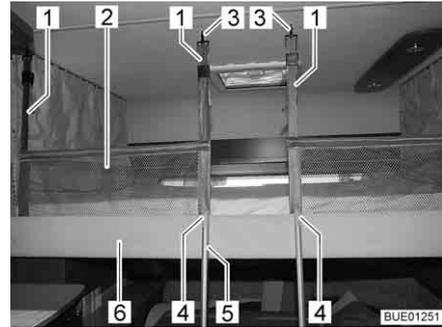
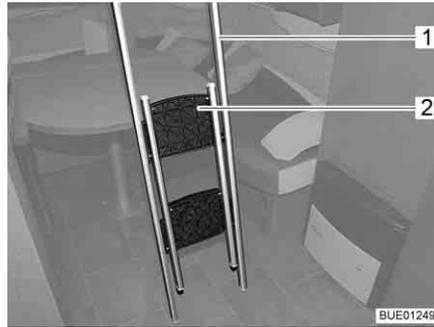
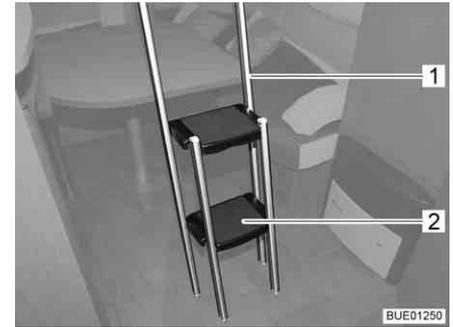

Bild 79 Hubbett mit aufgespanntem Sicherungsnetz
Bild 80 Aufstiegsleiter eingeklappt
Bild 81 Aufstiegsleiter ausgeklappt
Das Sicherungsnetz (Bild 79,2) mit den Sicherungsgurten liegt im Hubbett unter der Matratze. Das Sicherungsnetz erst aufspannen, wenn sich die Personen bereits im Hubbett befinden.
- Die Sicherungsgurte (Bild 79,1) in die Haken (Bild 79,3) an der Decke einhängen.
- Aufstiegsleiter (Bild 79,5) mit den beiden Bügeln (Bild 79,4) in die Griffleiste (Bild 79,6) am Hubbett einhängen.
- Den eingeklappten Teil (Bild 80,2) der Aufstiegsleiter (Bild 80,1) am oberen Rand fassen und herausklappen, bis alle vier Füße sicher auf dem Boden stehen (Bild 81).
- Trittstufen (Bild 81,2) einklappen.
- Aufstiegsleiter (Bild 81,1) aus der Griffleiste (Bild 79,6) am Hubbett aushängen.